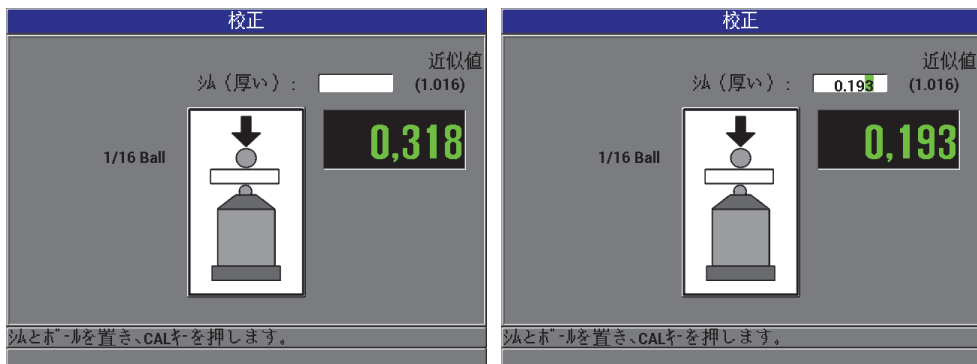

図 4-9 シム（厚い）校正ポイント
- シム（厚い）ポイント：厚さ計は、特定の校正用シム（厚い）をプローブの先端に置くように指示します。この校正用シム（厚い）のポイントの厚さは、選択したターゲットボール、ディスク、ターゲットワイヤーによって変化します。このシムのおおよその厚さは、下方の測定ボックスに表示されます。[校正] を押して、テキストボックスに測定値を転送し、矢印キーで校正用シムのすでに判っている厚さを入力してから、[校正] を押します（88 ページ図 4-9 参照）。